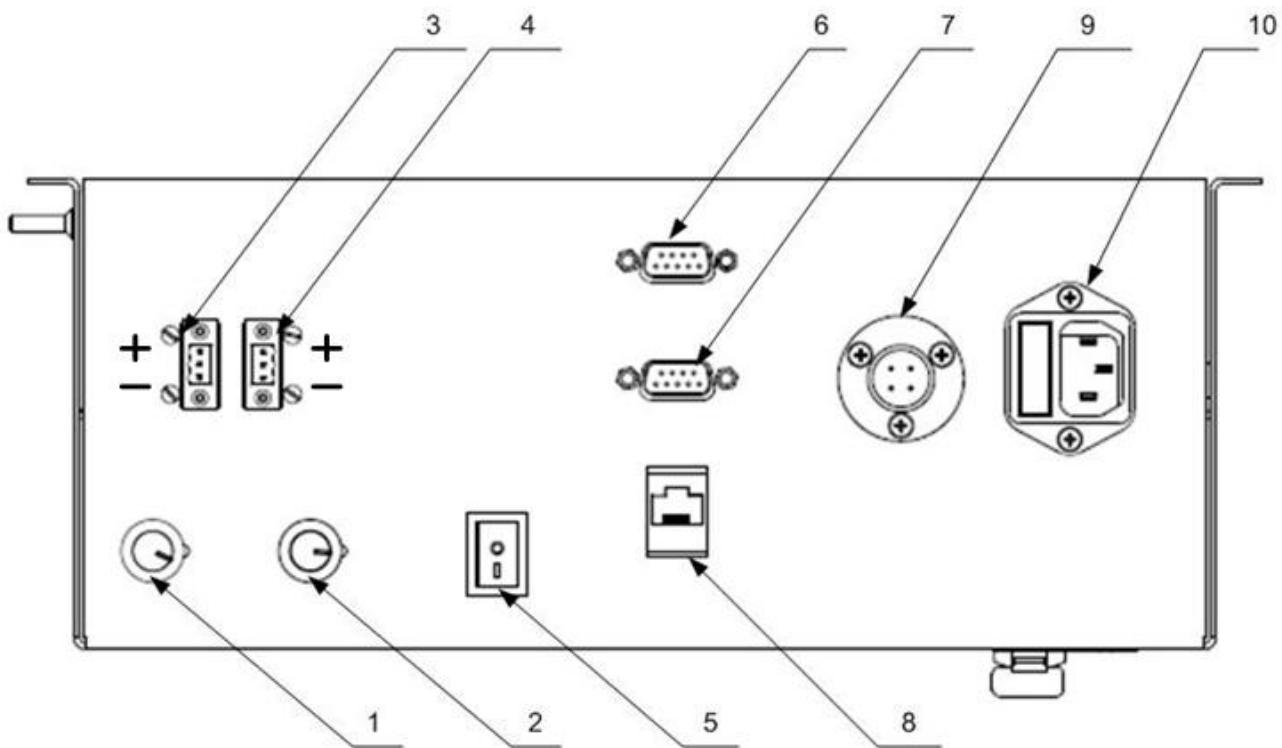

Рисунок 2.1
- Включить вилку в розетку 10 (рис. 2.1) согласно маркировки (рис. 2.2);
2. Подключить вилку к разъему 9 (рис. 2.1) и зафиксировать его прижимным кольцом;
1. Подключить кабель акустической системы к разъему 3,4 (рис. 2.1) согласно маркировке;
1. Подключите VGA кабель от видеоотображающего устройства к VGA выходу 6 (Рис. 2.1);
2. Подключите кабель управления RS-232 от видеоотображающего устройства к разъему 7 (Рис. 2.1);
1. Подключить ноутбук кабелем RS-232 к разъему 7 (рис. 2.1);